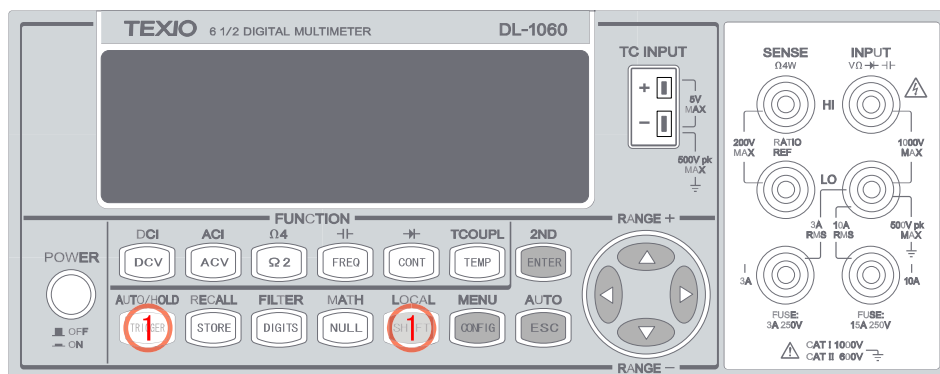

図 3-18
- ① SHIFT + TRIGGER ボタンを押して、Autoトリガモードに切り替えます。ボタンの位置は図 3-18 上に赤枠で示します。